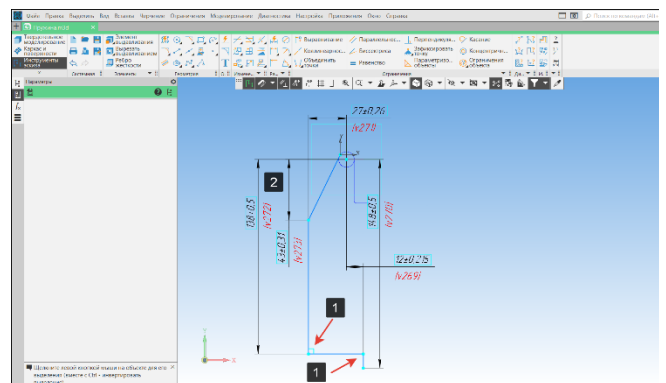

Рисунок 182 – Параметризация эскиза
- Параметризуем эскиз (добавим параметризацию в углах 1) и проставим размеры (2) согласно чертежу «Пружина» (Рисунок 182);